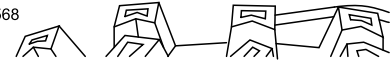

Figura 30
2. Con la palanca de tracción desengranada, compruebe el pasador de la ranura alargada situada en el lado izquierdo de la máquina, encima de la rueda (**Figura 30**).
Nota: Debe haber un espacio de 6 mm entre el extremo delantero de la ranura y la cara delantera del pasador (**Figura 30**).